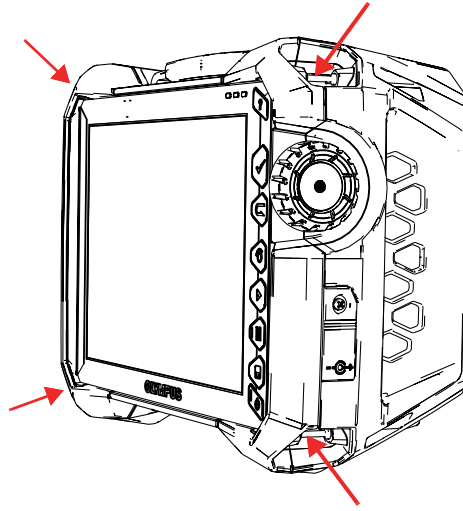

Figure 2-8 Points d'attache (4) de la courroie de transport
L'appareil est muni de quatre (4) points d'attache servant à installer une courroie pour le transport (Figure 2-8 à la page 37).